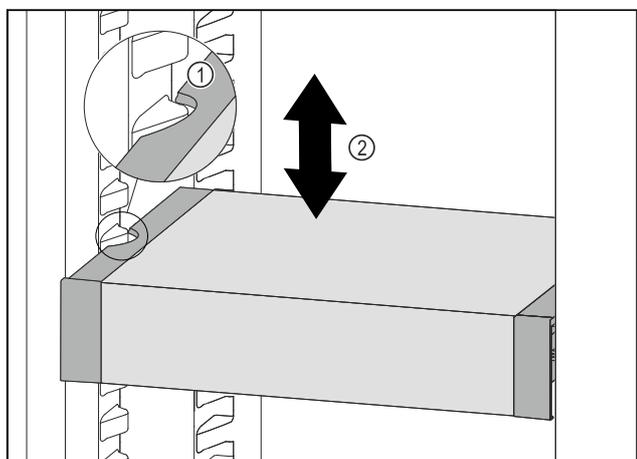

Fig. 83
- ▶ Tire del VarioSafe hacia delante hasta que los huecos laterales del VarioSafe se encuentren a la altura de la nervadura del recipiente en el compartimento del frigorífico. Fig. 83 (1)
- ▶ Mueva el VarioSafe hacia arriba o hacia abajo en el compartimento del frigorífico hasta alcanzar la altura deseada. Fig. 83 (2)